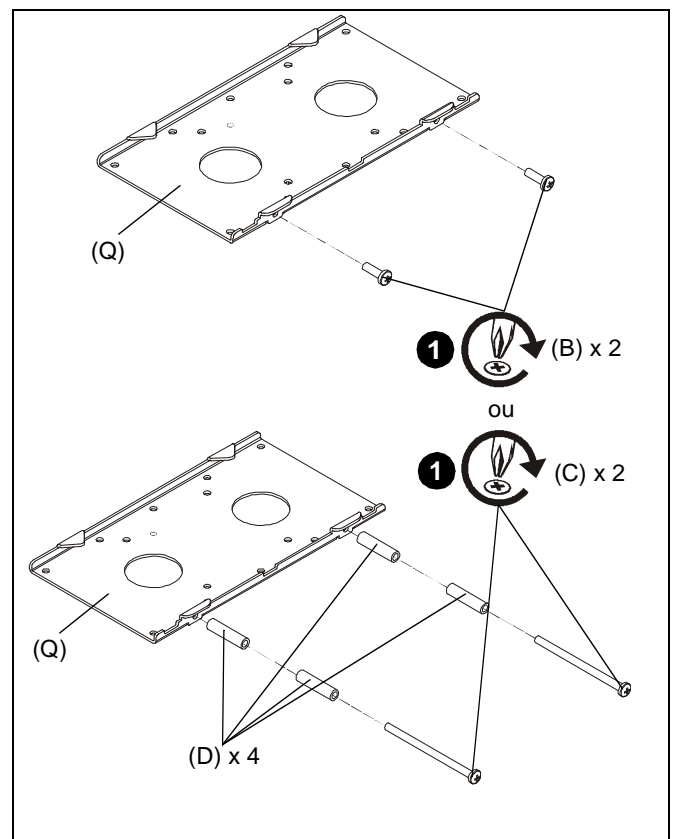

Figure 7
1. Selon la taille de l'écran, installez soit deux vis Phillips à tête cruciforme M5 x 16 mm (B) ou deux vis Phillips à tête cruciforme M5 x 80 mm (C) dans les trous inférieurs de la plaque frontale (Q). Si vous installez les vis M5 x 80 mm, installez-les au travers d'entretoises de 31,7 mm (1^{1/4} po) (D). (Voir figure 7)